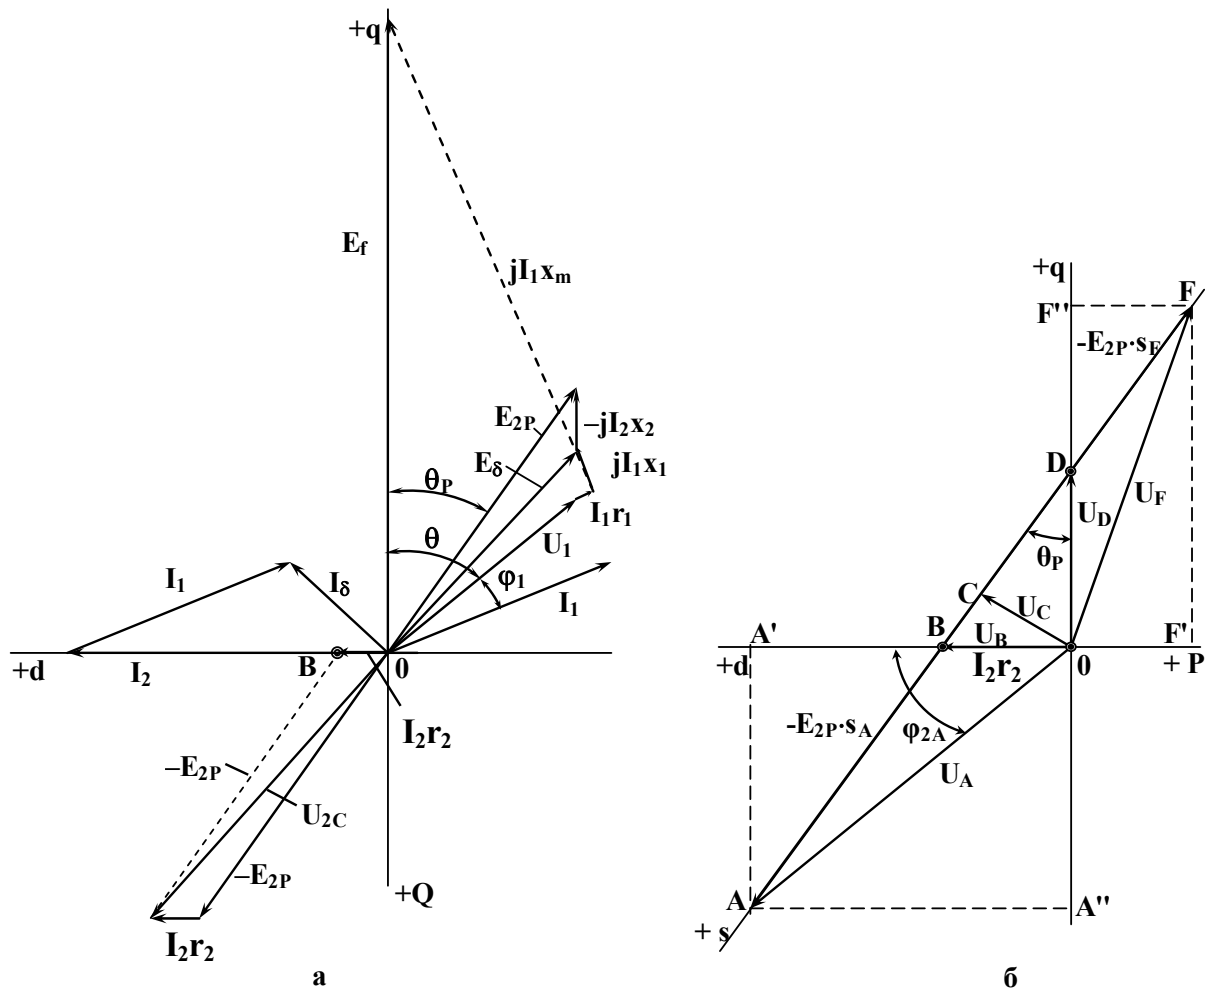

Рис. 2 – Векторні діаграми напруг і струмів АГ
3) Побудова векторної діаграми АГ при $s = 1$ (рис. 2,а).
4) Побудова векторної діаграми АГ при $s \neq 1$ (рис. 2,б).
На рис. 2,б показаний фрагмент векторної діаграми. Кінець вектора напруги U_{2C} переміщується по лінії напруги АГ, яка проведена через кінець вектора « $I_2 \cdot r_2$ » (точка В) паралельно вектору E_{2P} (рис. 2,а).